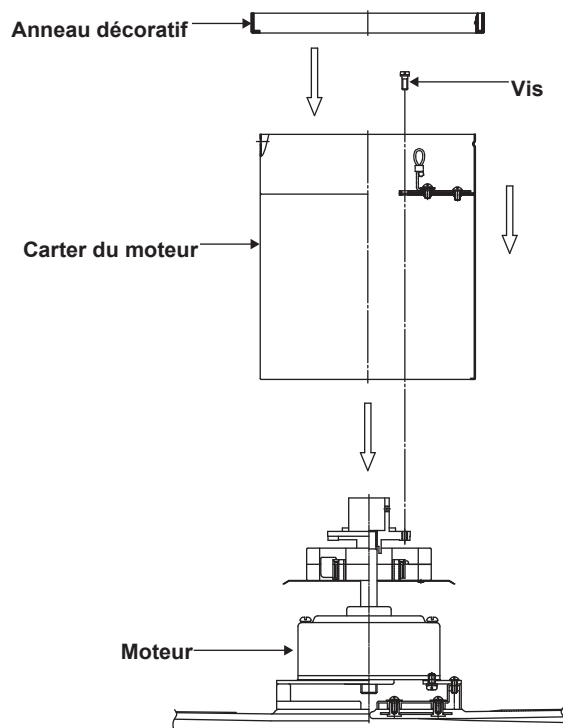

Figure 7
Étape 1. Remplacez le carter du moteur sur le moteur du ventilateur en utilisant les vis précédemment retirées. Faites glisser l'anneau décoratif vers le bas et à travers le carter du moteur. (Fig. 7)